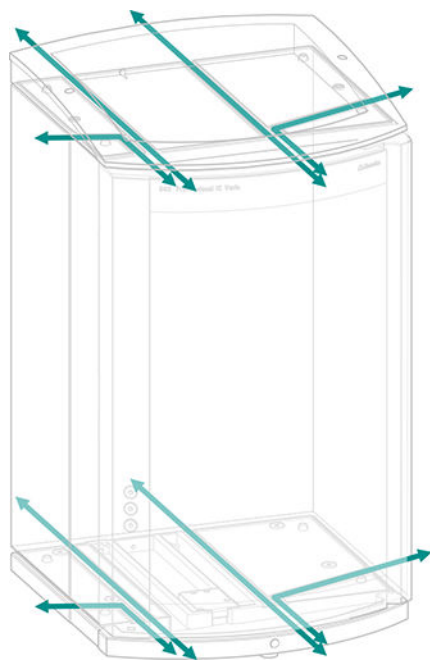

Abbildung 5 Kanäle für Kapillaren
- Kanäle zwischen dem Gerät und der Bodenwanne sowie zwischen dem Gerät und dem Flaschenhalter (siehe Abbildung 5, Seite 17)